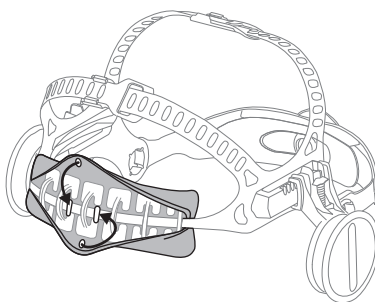

Fig. 18b
- c. Tirer sur les boucles de maintien du bandeau antisudation par-dessus les crochets du dispositif de retenue pour bien le fixer (Fig. 18b et 18c).